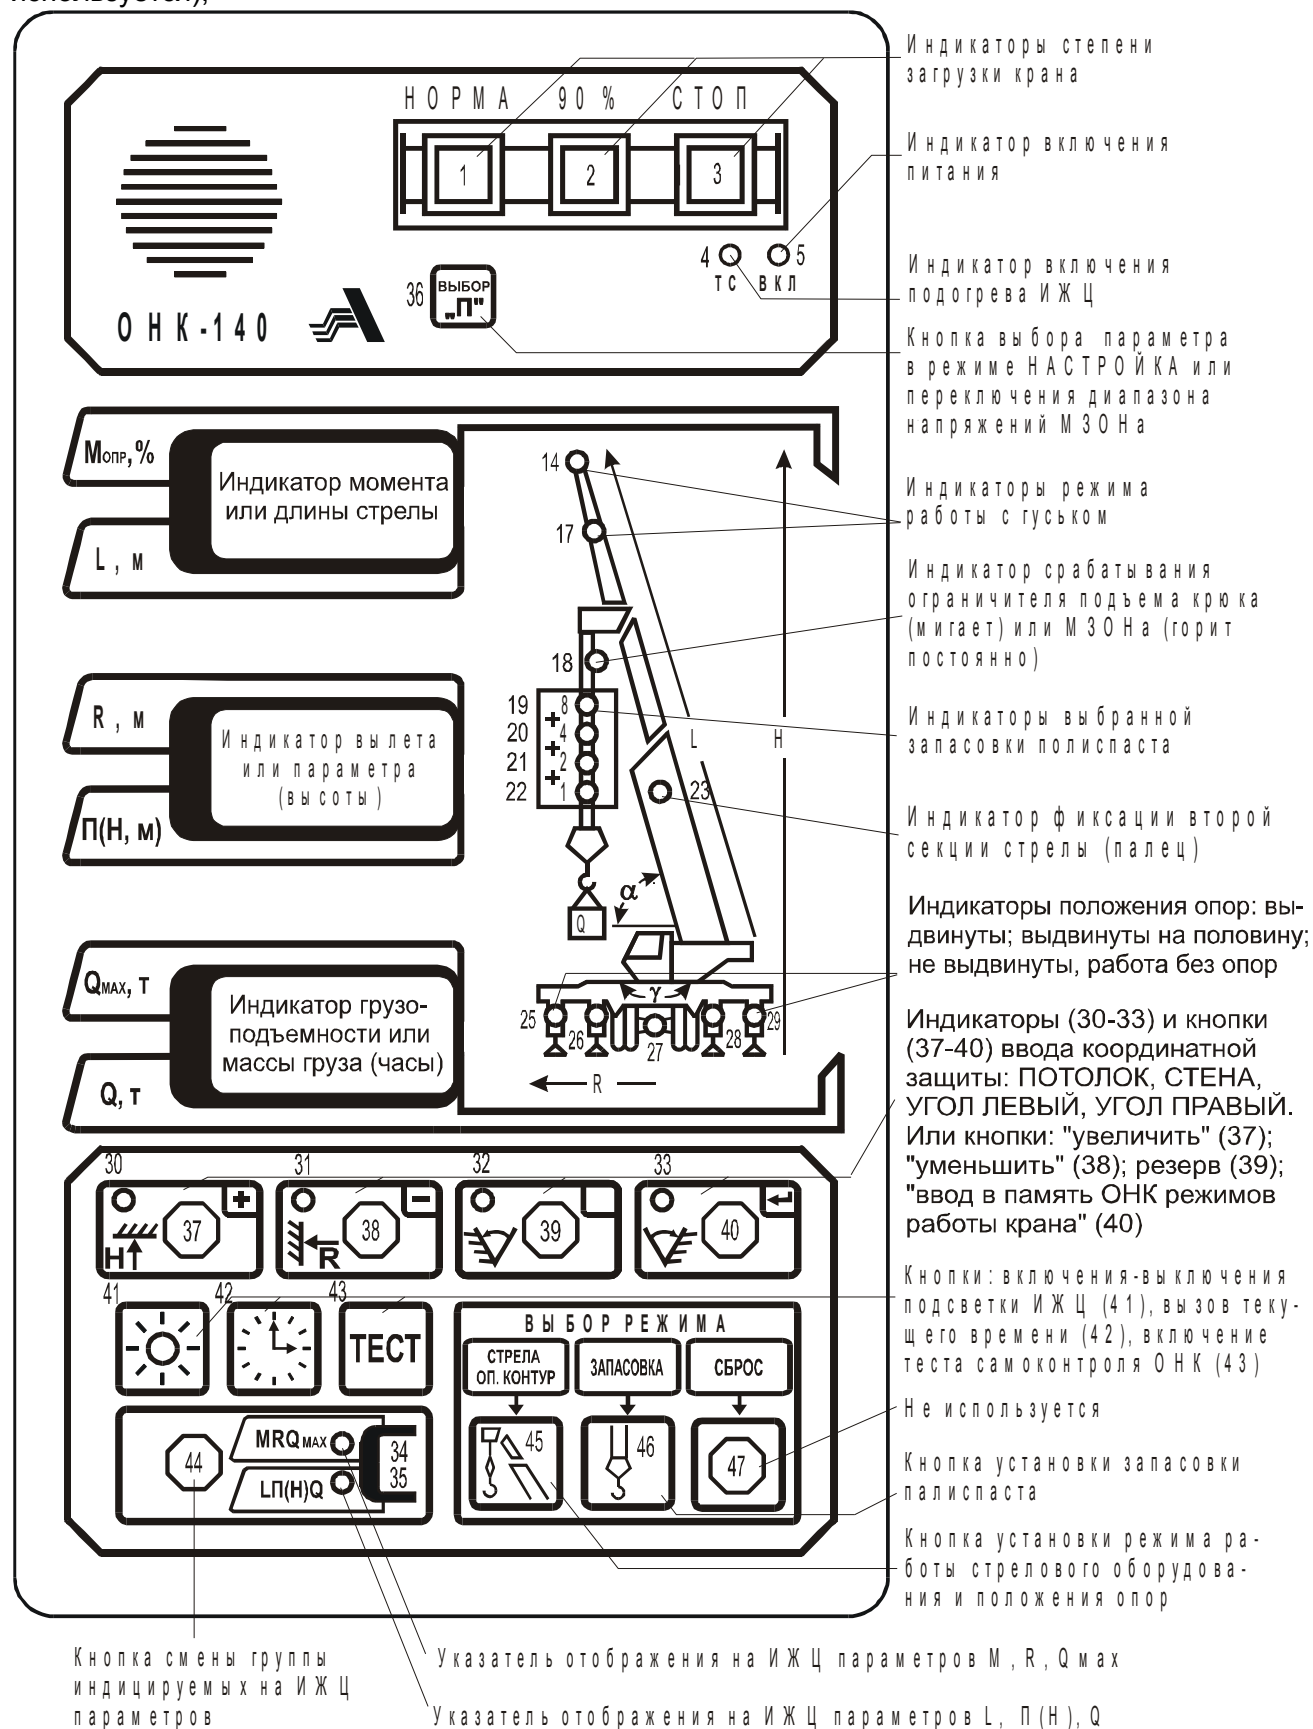

Рисунок 4 - Лицевая панель ОНК
1.4.4 Управление работой изделия [ввод режимов работы крана и (или) параметров координатной защиты, индикация режимов работы и (или) рабочих параметров крана] осуществляется с лицевой панели БОДа (см. рисунок 4).
3.2.2 Перед включением ограничителя необходимо изучить назначение элементов индикации и органов управления на передней панели БОДа (см. рисунок 4 и п. 2.1.4).